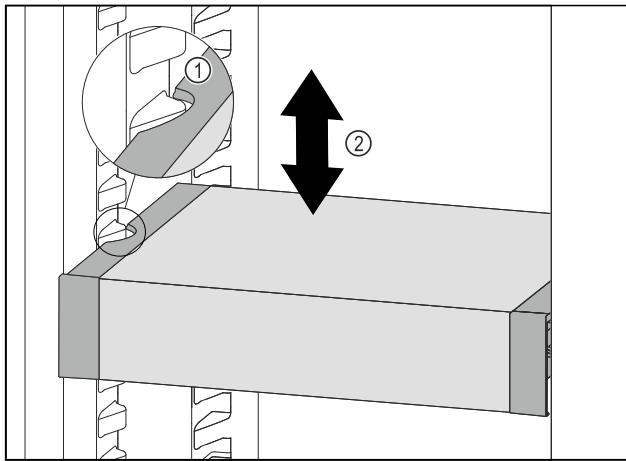

Fig. 133
- ▶ Predal VarioSafe povlecite v smeri naprej, dokler nista stranska izreza predala VarioSafe na višini nastavka za posodo v hladilniku. Fig. 133 (1)
- ▶ Predal VarioSafe premikajte v hladilniku gor ali dol, dokler ne dosežete želeno višino. Fig. 133 (2)